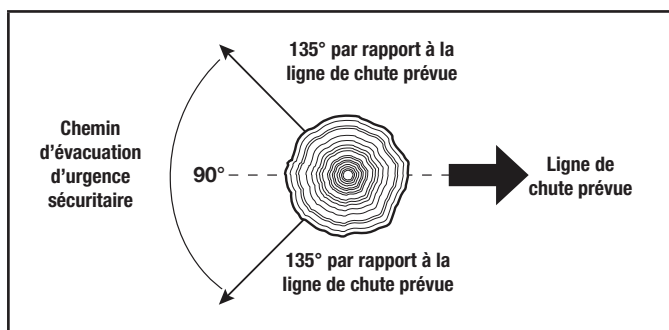

Figure 9
- Déterminez un chemin d'évacuation d'urgence sécuritaire et rapide. Dégagez la zone autour de l'arbre et assurez-vous qu'aucun obstacle ne bloque le chemin d'évacuation d'urgence. Établissez un chemin d'évacuation d'urgence à 90°, à environ 135° de la ligne de chute (Fig. 9).